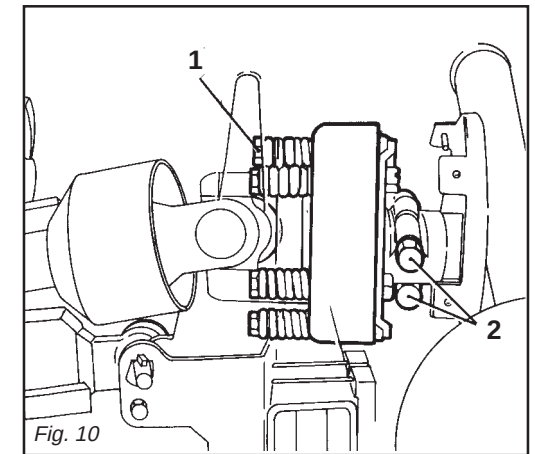

Fig. 10
La frizione è già pre-regolata per uno sforzo medio. Se slitta troppo facilmente (surriscaldandosi) è necessario avvitare uniformemente tutti i dadi (1 Fig. 10) che stringono le molle. Qualora l'albero cardanico fornito abbia il mozzo con bloccaggio a bulloni (2 Fig. 10), assicurarsi che questi siano serrati con forza.
Se la frizione non slitta, svitare uniformemente tutti i dadi (1 Fig. 10) che fissano le molle. Svitare un giro alla volta e verificare la frizione dopo circa 300 metri di lavoro. Se necessario ripetere l'operazione, sempre svitando un giro alla volta. Se la frizione mantiene durante il lavoro una temperatura di circa 40-50 gradi circa significa che è regolata in modo corretto. **Non serrare mai a fondo i dadi, poiché in tal modo si elimina la funzione delle molle e dunque della frizione a danno degli organi di trasmissione.**
The clutch is already pre-adjusted for average stress. If it slips too easily (and overheats), it will be necessary to evenly tighten all the nuts (1 Fig. 10) that retain the springs. If the supplied cardan shaft has a bolt-locked hub (2 Fig. 10), check that these bolts are fully tightened.
*If the clutch does not slip, evenly unscrew all the spring fixing nuts (1 Fig. 10). Unscrew one turn at a time and check the clutch after having worked about 300 meters. Repeat the operation if necessary, remembering to unscrew one turn at a time. If the clutch maintains a temperature of about 40-50 degrees during work, this means that it has been correctly regulated. **Never fully torque the nuts since this would void the function of the springs and, subsequently, of the clutch, thus damaging the transmission components.***
Die Gelenkwelle kann mit einer Sicherheitskupplung ausgerüstet werden, um die Getriebeteile des Gerätes vor Überlastungen und/oder Beanspruchungen zu schützen. Die Gelenkwelle darf keine Neigung über 10 Grad aufweisen (Abb. 3). Die Kupplung ist auf eine mittlere Beanspruchung voreingestellt. Wenn die Kupplung zu schnell schlupft (Überhitzung), muß man alle Muttern (1 Abb. 10), die die Federn spannen, noch weiter anziehen. Sollte die mit dem Gerät gelieferte Gelenkwelle eine mit Schraubbolzen blockierte Nabe (2 Abb. 10) haben, sicherstellen, daß diese angezogen sind.
Wenn die Kupplung nicht schlupft, alle Muttern (1 Abb. 10), die die Federn spannen, gleichmäßig lockern. Alle Muttern um eine Umdrehung losschrauben und die Kupplung nach 300 Metern Fahrstrecke prüfen. Den Vorgang falls erforderlich wiederholen, jeweils eine Umdrehung pro Versuch. Wenn die Kupplung während der Arbeit eine Temperatur von circa 40-50°C beibehält, ist sie richtig eingestellt. **Die Muttern nie ganz festziehen, weil dabei die Wirkung der Federn und damit der Kupplung aufgehoben würde, was sich schädlich auf die Getriebeteile auswirken würde.**
L'arbre à cardans peut être équipé d'embrayage de sécurité pour protéger les organes de transmission de la machine en cas d'efforts ou de surcharges excessives. L'inclinaison du cardan de doit pas dépasser 10 degrés (Fig. 3). L'embrayage est déjà réglé pour un effort moyen. Lorsqu'il patine facilement (en se surchauffant) il faut visser de manière uniforme tous les écrous (1 Fig. 10) de serrage des ressorts. Si le moyeu de l'arbre à cardans dispose d'un blocage par boulons (2 Fig. 10), assurez-vous que ces derniers sont bien serrés.
*Si l'embrayage ne patine pas, dévissez de manière uniforme tous les écrous (1 Fig. 10) de fixation des ressorts. Dévissez d'un tour à la fois et vérifiez l'embrayage après environ 300 mètres de travail. Si nécessaire, répétez l'opération en dévissant toujours d'un tour à la fois. Quand l'embrayage maintient une température d'environ 40-50 degrés pendant le travail, cela signifie qu'il est réglé correctement. **Ne serrez jamais à fond les écrous car cela annule la fonction des ressorts et donc de l'embrayage au détriment des organes de transmission.***
El embrague está ya pre-regulado para un esfuerzo medio. Si patina muy fácilmente (recalentándose) es necesario ajustar uniformemente todas las tuercas (1 Fig. 10) que apretan en el resorte. Si el árbol cardánico tiene el cubo con bloqueo de bulones (2 Fig. 10), controlar que estos últimos estén bien ajustados.
Si el embrague no patina, aflojar uniformemente todas las tuercas (1 Fig. 10) que fijan el resorte. Aflojar una vuelta a la vez y controlar el embrague luego de 300 metros de trabajo. Si es necesario repetir la operación siempre aflojando un giro a la vez. Si el embrague mantiene durante el trabajo una temperatura de 40-50 grados significa que está regulado en modo correcto. **No ajustar jamás a fondo las tuercas, ya que así se inutiliza el resorte y la fricción dañando los órganos de transmisión.**